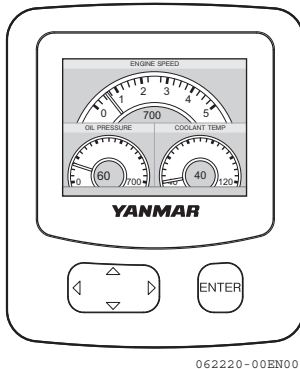

Abbildung 28
- Sobald der Motor startet, zeigt das VC20-Display den Bildschirm mit den Motorzustandsdaten an (**Abbildung 28**).